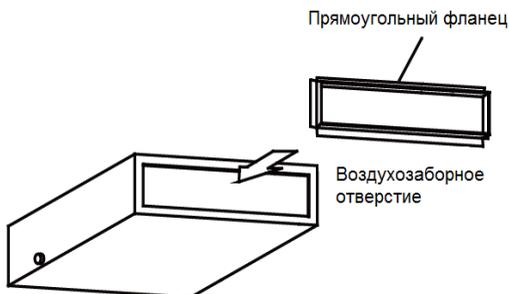

Рис. 4.34
- ①. Под максимально допустимой длиной воздуховода подразумевается максимальная длина приточного воздуховода плюс максимальная длина заборного воздуховода.
- ②. Воздуховод имеет прямоугольное сечение и подключается к воздухозаборному или воздухораспределительному отверстию внутреннего блока.
(2). Прямоугольный фланец по умолчанию подключается сзади, а заглушка воздухозаборного отверстия – снизу (см. рис. 4.34).